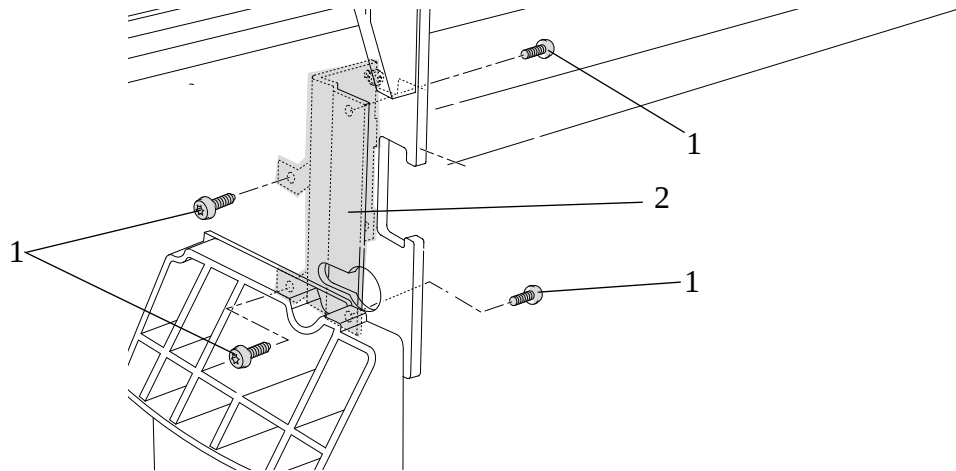

図 73 : レフト エレクトロニクス モジュール マウント
- 4 左側エレクトロニクス モジュール マウント (部品2) を左側シャーシに固定している4本のT-15のネジ (部品1) を取り外します (図73参照)。